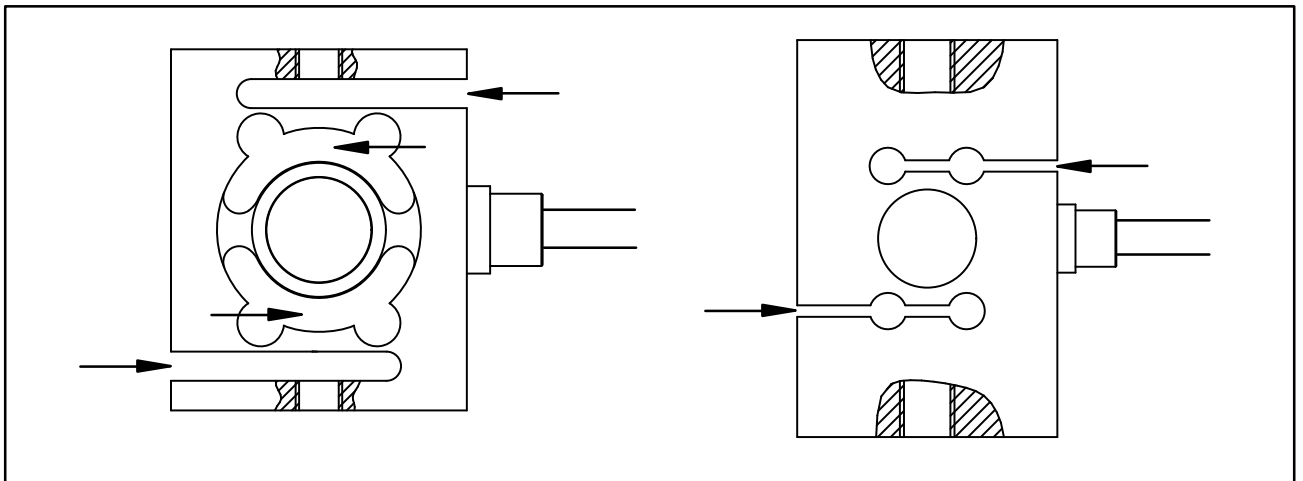

Abb. 4.1 Ablagerungen an den gekennzeichneten Stellen sind zu vermeiden
*Fehlmessungen können die Folge sein, wenn sich Staub oder Schmutz innerhalb der Kraftaufnehmer ablagern. Die betreffenden Stellen sind in Abb. 4.1 mit Pfeilen markiert.*